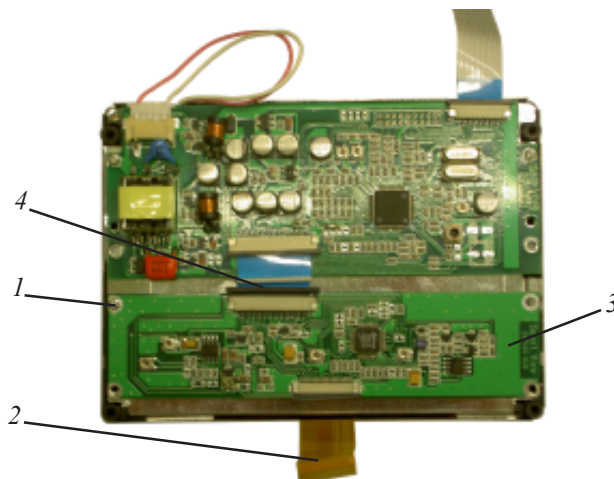

Рис.15.
4. Отсоединить узкий плоский кабель (1) (рис.15). Отвинтить саморез (2), фиксирующий плату (3).
5. Отсоединить широкий плоский кабель (4) (рис.15) и снять плату (3).